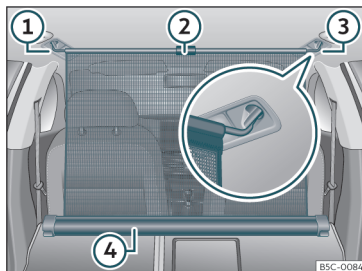

Fig. 134 Nel bagagliaio: rete divisoria fissata con gli schienali del sedile posteriore ribaltati.
- Tirare verso l'alto la linguetta »» fig. 134 ② per estrarre la rete dalla scatola »» fig. 134 ④.
- Fissare la rete divisoria sul lato destro o sinistro »» fig. 134 ③ (immagine ingrandita).
- Fissare la rete divisoria nell'alloggiamento del lato opposto »» fig. 134 ① tirando la barra.
La rete divisoria è correttamente montata quando le estremità a forma di T sono fissate saldamente agli alloggiamenti corrispondenti »» fig. 134 ③ e ①.
- Avvolgere la rete nella scatola >>> **fig. 134** ④ abbassandola con la mano.